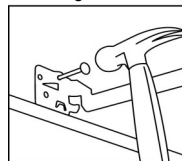

Fig. 5
4. Prolongez les barres de suspension pour qu'elles s'ajustent entre les poutrelles. La barre de suspension est profilée pour s'aligner facilement avec le bas de la poutrelle. Placez le luminaire en enfonçant des clous dans les poutrelles (Fig. 5).